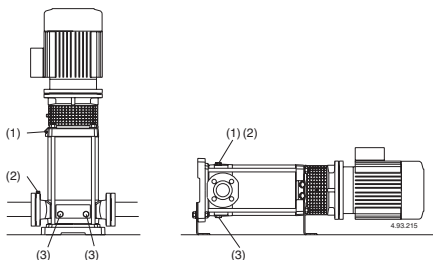

Fig. 4 (1) Riempimento e sfiato
Con la **pompa sopra il livello dell'acqua** da sollevare (funzionamento in aspirazione, **fig. 3A**) o con un battente insufficiente (inferiore a 1 m) per aprire la valvola di non ritorno, riempire il tubo aspirante e la pompa attraverso l'apposito foro (1) (**fig. 4**).
Con il **livello dell'acqua in aspirazione sopra la pompa** (funzionamento sotto battente, **fig. 3B**) riempire la pompa aprendo lentamente e completamente la saracinesca nel tubo di arrivo, tenendo aperta la saracinesca in mandata ed i fori di sfiato (**fig. 4**) per fare uscire l'aria.
Chiudere i fori di sfiato (**fig. 4**), per le pompe MXV-B, MXV(L) 25-32-40 e MXV(L) 4 25-32-40 serrare la vite a spillo (14.17) nel tappo di scarico (14.12) (**fig. 4b**) e chiudere il foro di sfiato (14.04).
Se si verifica una perdita di adescamento (interruzione del flusso di mandata, nonostante le saracinesche siano aperte) o se si nota una oscillazione della pressione indicata dal manometro, ripetere lo sfiato del lato aspirazione, verificare che tutte le giunzioni del tubo aspirante siano a perfetta tenuta e serrare il tappo di sfiato ed i tappi di scarico sul lato aspirazione (**fig. 4**).
Possibilmente, come nel caso di impieghi temporanei con liquidi sporchi, fare funzionare brevemente la pompa con acqua pulita per rimuovere i depositi. Oppure, dopo lo svuotamento, eseguire un lavaggio immettendo acqua pulita (almeno 40 litri) nel foro di riempimento (1) lato mandata e lasciandola uscire dal foro di scarico (3) lato aspirazione (**fig. 4**).
Prima dello smontaggio scollegare il cavo dalla scatola morsetti, chiudere le saracinesche in aspirazione e mandata e svuotare il corpo pompa (**fig. 4**).